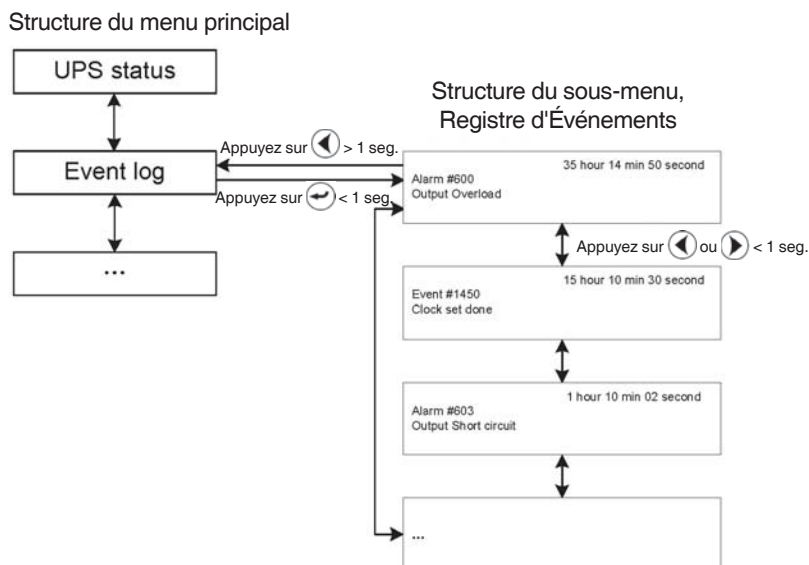

Fig. 35. Écrans, sous-menu Registre d'Événements (Event log).
- Lors d'appuyer sur la touche ◀ pendant moins de 1 seg. depuis le sous-menu "Event log", on accède à la structure de registre d'événements (voir figure 35).